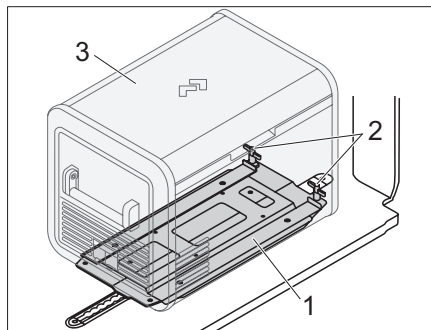

Bild 81 Hållare (extrautrustning)
- Kylboxen (Bild 81,3) ställs i (Bild 81,1) hållaren.
- Med klämmorna (Bild 81,2) fixeras kylboxen.